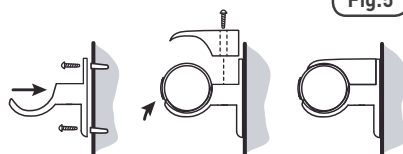

Fig.5
- Schroef de twee onderste delen van de beugels op een geschikte plaats aan de muur [Fig.5].